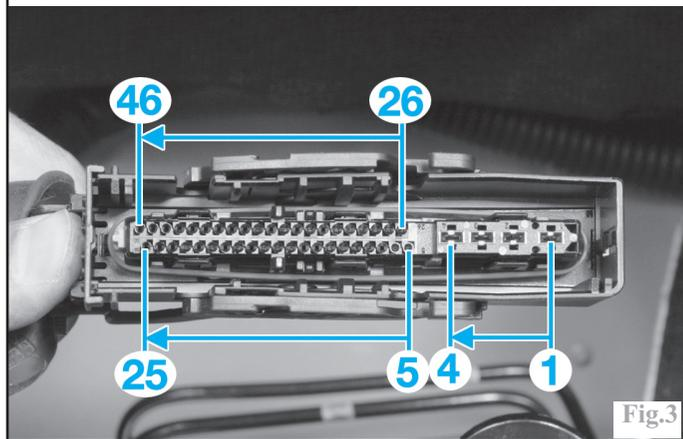

Fig.3
Avec l'**ESP**, il possède un connecteur à **46** voies (repérées de **1** à **46**) (Fig.3) et il gère en plus le comportement dynamique du véhicule (**ESP** avec **ASR**), contrôle le couple moteur (**MSR**) et le sous-virage (**CSV**).
**Affectation des bornes du connecteur du calculateur ABS avec ESP (Fig.3)**
Sur les versions dotées de l'ESP, le connecteur du calculateur d'ABS a 46 voies (Fig.3) et le bloc hydraulique reçoit 12 électrovannes.